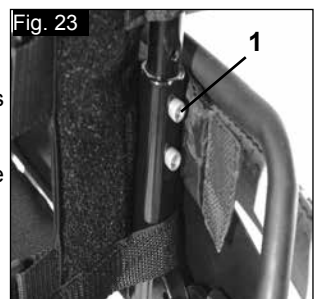

Fig. 23
Vous pouvez régler la hauteur du dossier à 2 ou 3 positions différentes (selon modèle) (41 cm, 43,5 cm et 46 cm). Relâchez et retirez les boulons (1) et (2), et poussez le tube de dossier à la position désirée. Revissiez les boulons (Fig. 23).